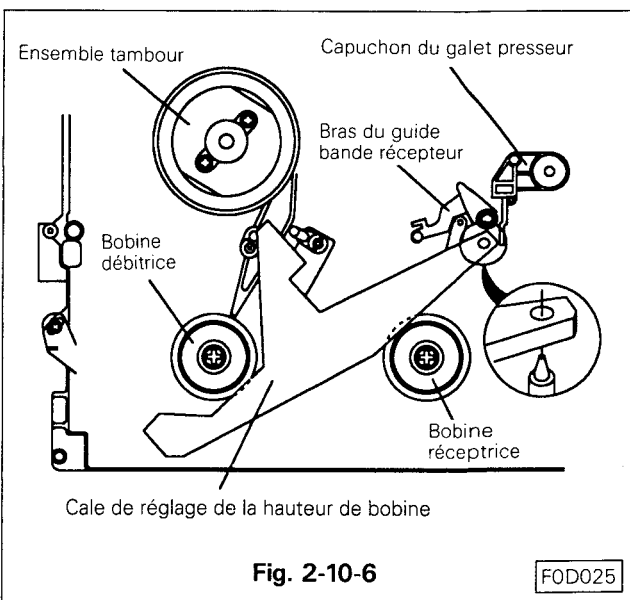

Fig. 2-10-6
- J. Installer la cale de réglage (réf: 859C342020) en position de référence sur la platine principale. (Voir Fig. 2-10-6)
- Installer la cale de réglage (réf: 859C342020) en position de référence sur la platine principale voir Fig. 2-10-6.